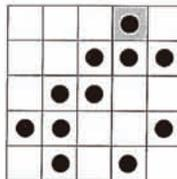

図2：図1と同様に、図の黒丸の正方形には木が植えられており、空白の正方形には木が植えられていない。この図の場合、木が植えられている正方形の存在確率は  $p = 0.44$  となる。上端の斜線部分に火災が発生するものとする。
(1) 図2のような果樹園の場合、果樹園上端の木に発生した火災はどのように伝播していくだろうか。火災発生から終了まで、単位時間ごとに、燃えている木および燃え尽きた木のある正方形を斜線で塗りつぶせ。なお、解答用紙には8巡目までの図が用意してある。このうち必要な分だけ図を使うこと。